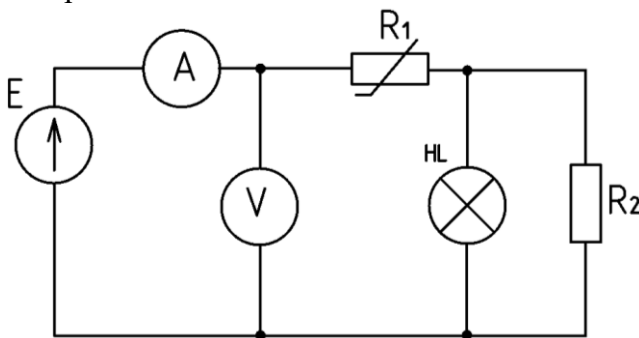

Рис. 1
- Собрать схему, представленную на рис. 1.
- Снять вольтамперную характеристику разветвленной цепи со смешанным соединением элементов. Для этого собрать электрическую цепь по рис. 1 и предъявить ее для проверки преподавателю.